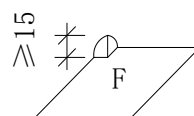

图 8 竖向阳角+2 水平阴角补丁
(10) 卷材 A 与卷材 D 的阳角部分,在平面应打上转角补丁 F,补丁通过热塑拉伸,形成竖向阳角覆盖以及与平面焊接宽度 $\geq 10\text{mm}$  (见图 8);